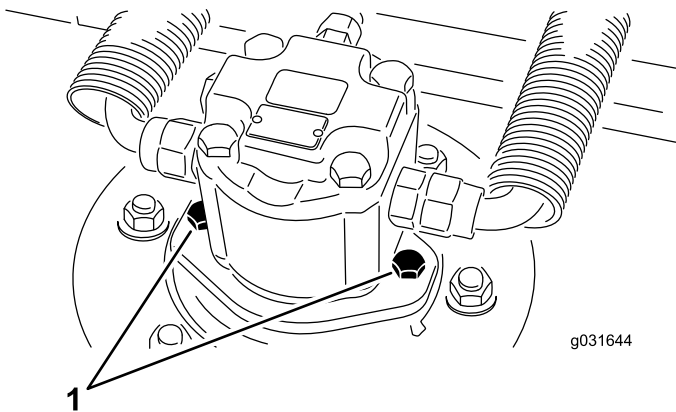

Figura 68
2. Retire los tornillos de montaje del motor y desconecte y retire el motor hidráulico de la unidad de corte (Figura 68).
4. Con los tornillos de montaje del motor hidráulico, instale el motor hidráulico en la unidad de corte (Figura 68).